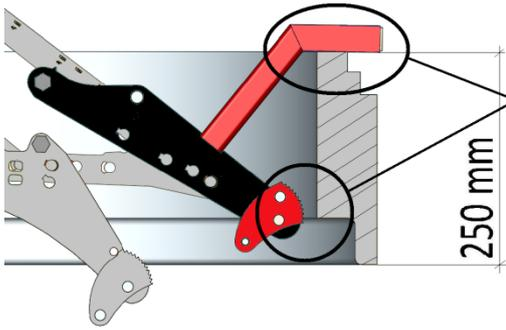

Bild 1
**Das Greifen von Schachtringen (Bauhöhe 250 mm) OHNE oben benanntes Zubehörteil (4400.0079) ist untersagt (→ siehe Bild 1).
Bild 1 zeigt einen Schachtring mit einer minimalen Bauhöhe von 250 mm **ohne** „Adaptersatz“ an Auflage von SVZ-UNI“ (4400.0079).